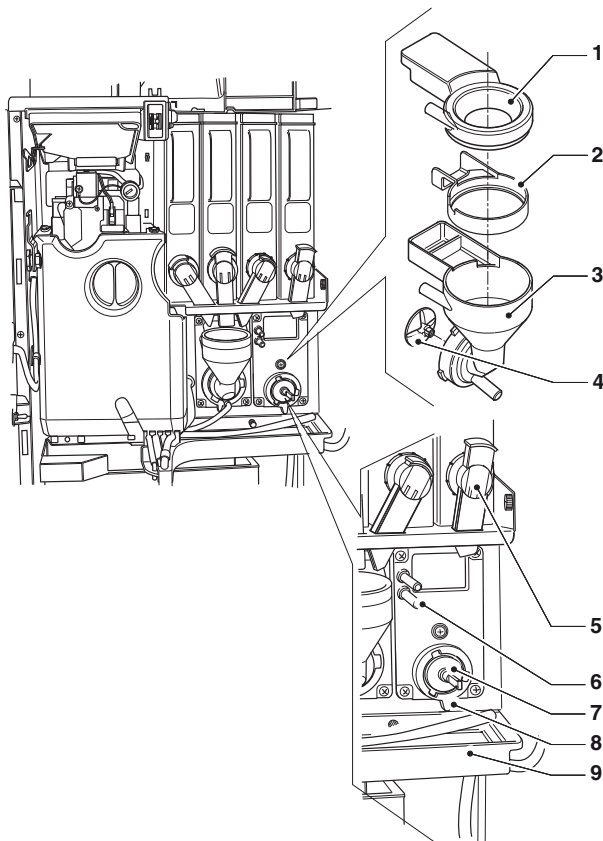

Abb. 27
- Die Pulvertrichter, die Wasserzufuhrleitungen, die Pulverdepottrichter und die Gebläse der Rührwerke herausnehmen (siehe Abb. 27).